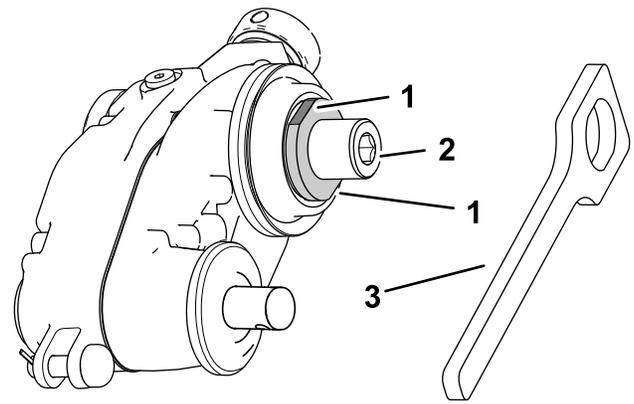

Bild 11
**Hinweis:** Halten Sie die Antriebswelle an den Schlüsselstellen an der Innenseite des Groomerantriebs mit einem Schraubenschlüssel fest, wenn Sie den Spindeladapter und die Antriebswelle anziehen (Bild 11).